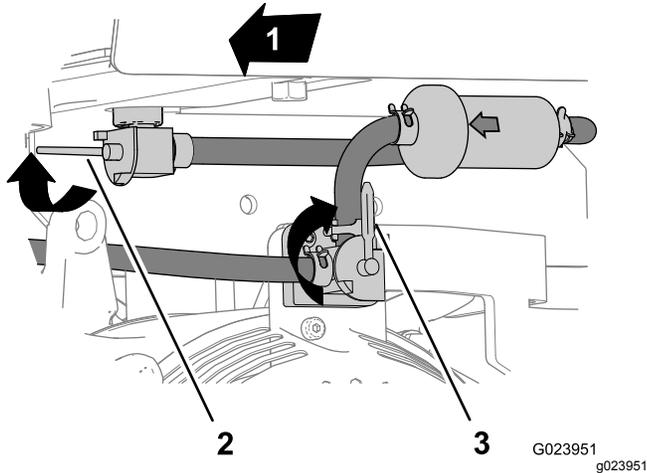

Figure 23
2. Tournez le levier vers l'avant et le haut pour FERMER le robinet d'arrivée de carburant du réservoir (Figure 23).
4. Tournez l'interrupteur du moteur dans le sens horaire à la position ARRÊT, et laissez refroidir le moteur (Figure 23).
12. Ouvrez le robinet d'arrivée de carburant et tournez l'interrupteur du moteur en position de marche, puis recherchez d'éventuelles fuites de carburant (Figure 23).